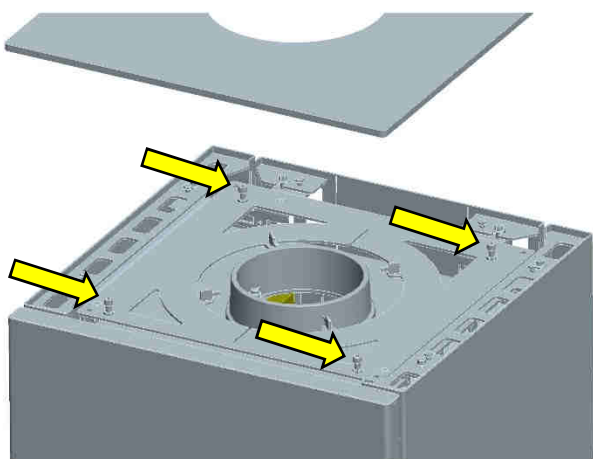

Abb. 6: Stahldeckel abnehmen, Auflageschrauben entfernen
1. Den Stahldeckel abnehmen (liegt lose auf) und die 4 Auflageschrauben mit Kontermuttern (Abb. 6) komplett entfernen.